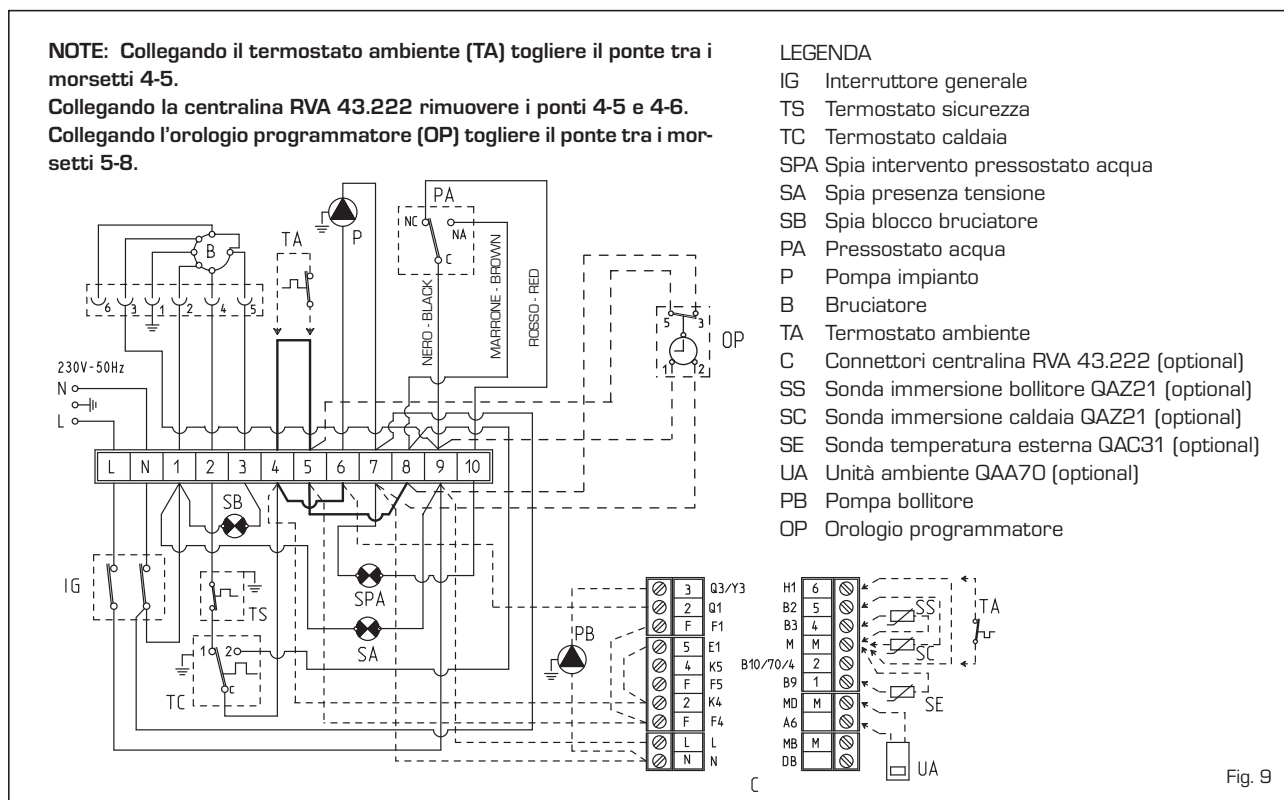

Fig. 9
installazione è d'obbligo per ottenere una migliore regolazione della temperatura ambiente, dovrà essere collegato come indicato nelle fig. 9 - 9/a.
2.7.1 Schema elettrico "SOLO 25-35 BF TS / SOLO 35 BF TS PR" (fig. 9)
2.7.2 Schema elettrico “DUETTO 25-35 BF TS / DUETTO 35 BF TS PR” (fig. 9/a)